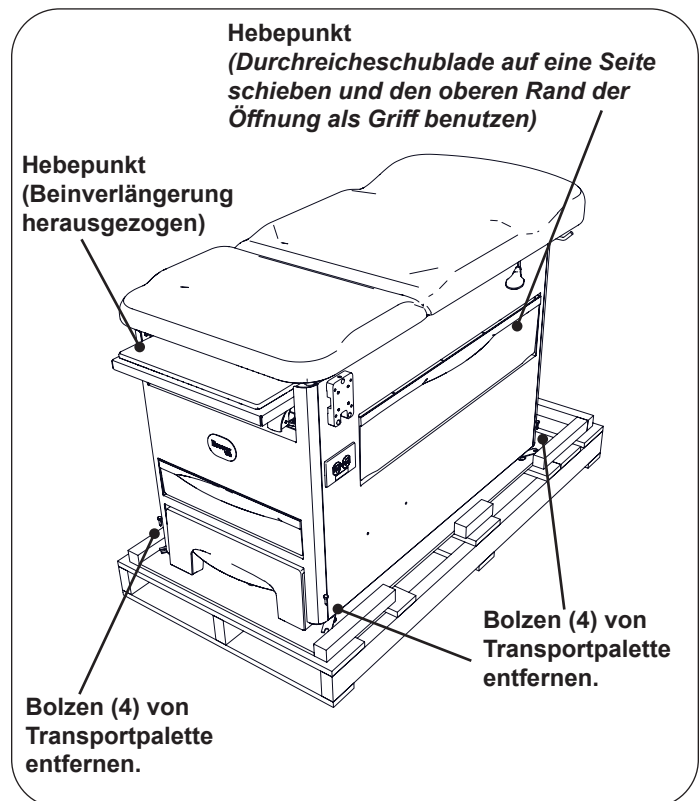

Figure 3. Tischhebepunkte
- Um eine Beschädigung des Tisches zu vermeiden, heben Sie ihn nur an den in Abbildung 3 angegebenen Stellen an.
2. Lösen Sie den Tisch von der Transportpalette, indem Sie die 4 Schrauben mit einem 1/2-Zoll-Steckschlüssel von der Palette abschrauben und die Transporthalterung entfernen. Siehe Abbildung 3.
4. Nehmen Sie den Tisch von der Transportpalette und heben Sie ihn an den in Abbildung 3 angegebenen Hebepunkten an. Für das Anheben des Tisches sind zwei Personen erforderlich. Zum Anheben kann die Beinverlängerung verwendet werden.